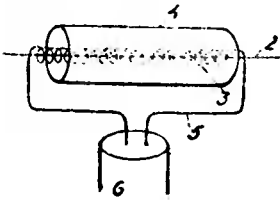
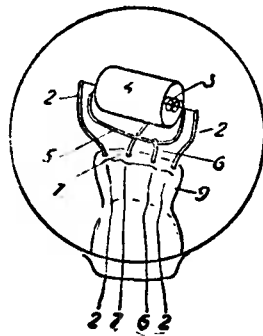
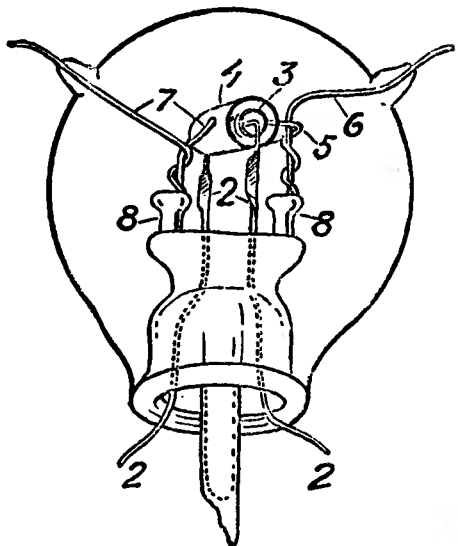
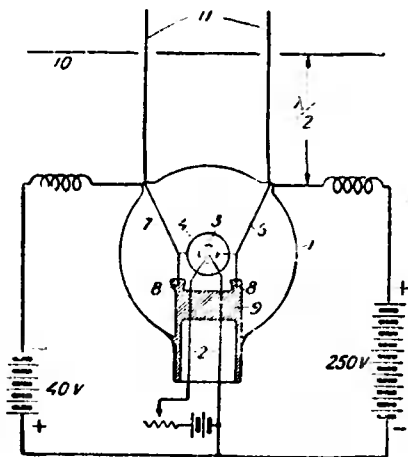

Рис. 1
Рис. 2
Рис. 3
Рис. 4
Принцип устройства первого типа упомянутых специальных ламп приведен на рис. 1. Для простоты указано, что сетка (3) свободно расположена внутри анода (4) и держится на двух не соприкасающихся между собой проволочных держателях (5), укрепленных своими концами в стеклянной ножке (6); нить лампы (2), как обычно, расположена внутри сетки.
Второй тип лампы указан на рис. 2. Внутри ее анода (4) расположен нить накала (2), которая через свои держатели (2) соединяется с источником электрического тока. Вокруг нити в виде спирали расположена сетка (3), концы которой замкнуты накоротко дугообразным проводником (5); эта дуга через средство металлического держателя (6) соединяется также с источником электрического тока; анод (4) укреплен с помощью держателя (7). Все подводящие ток провода расположены в стеклянной ножке параллельно, и лампа снабжена обычным цоколем.
Приведенный на рис. 3 третий тип лампы по своему устройству схож с предыдущей лампой (рис. 2); отличительной лишь чертой последней является то, что у нее провода, подводящие анодное и сеточное напряжения, идут симметрично с наружной стороны баллона лампы, а через стеклянную ее ножку проходят лишь проводники нити накала. Благодаря этому «сап» лампы оказываются далеко расположенными друг от друга (рис. 3). У этой лампы сетка тоже замкнута накоротко при помощи дугообразного проводника.
Схема колебательного контура, применявшаяся при опытах, составленная по принципу Баркгаузена—Курца, с лампой последнего типа (рис. 3) приведена на рис. 4; обозначения на схеме отдельных деталей лампы соответствуют с обозначениями рис. 3. Здесь также наглядно показано симметричное расположение подводящих проводов к сетке и аноду лампы. Напряжение на сетку дается плюс 250 В и на анод — минус 40 В. У выхода из колбы лампы к подводящим
чить с лампой, приведенной на рис. 1, журнал «*Radio News*» не дает никаких указаний. В отношении же последних двух типов ламп (изображенных на рис. 2 и 3) наоборот в статье подчеркивается, что первая (рис. 2) генерировала колебания с длиной волны в 18 см, а последняя (рис. 3) — до 2,5 см. О способах и технике получения таких коротких волн за исключением упоминания о том, что при опытах применялась схема Баркгаузена—Курца, «*Radio News*» также ничего не говорит.
Правда, этот вопрос можно разрешить, пользуясь результатами более ранних исследований Пьерэ, Потапенко, Гольмана и Коля, которые в своих работах применяли как раз такого же типа лампы, описание которых теперь приводит «*Radio News*». Пьерэ, Потапенко и Гольман уже тогда находили, что лампы с таким расположением электродов, какое приведено на рис. 2 и 3, могут возбуждать «карликовые волны», лежащие вне диапазона волн Баркгаузена—Курца, потому что в подобных случаях в контуре, состоящем из сетки лампы (3) и замыкающей ее дуги (5), будут возбуждаться колебания с частотой, соответствующей собственной частоте этого контура.
которые применялись при опытах по установлению телефонной радиосвязи между Дувром и Кале. Потапенко же, двигая назад и вперед находящуюся на свободных концах держателей (5) (рис. 2) замыкающую концы сетки дугу, мог изменять по своему усмотрению собственную частоту контура сетки. Коля же находил, что только изменением во много раз длины дуги, замыкающей сетку, по отношению к половине длины волны можно до максимума довести колебательную энергию в контуре.